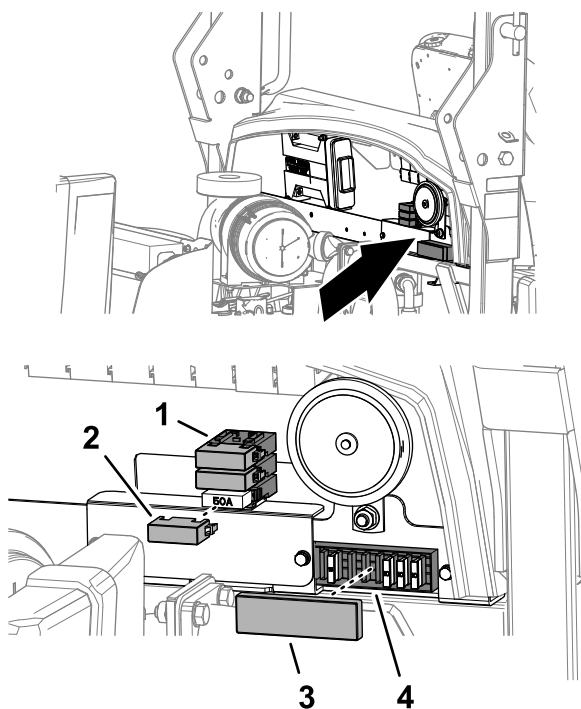

**Figura 71**
3. Nella parte posteriore della paratia, rimuovete il coperchio del portafusibili (Figura 71)
6. Montate il coperchio del portafusibili (Figura 71).